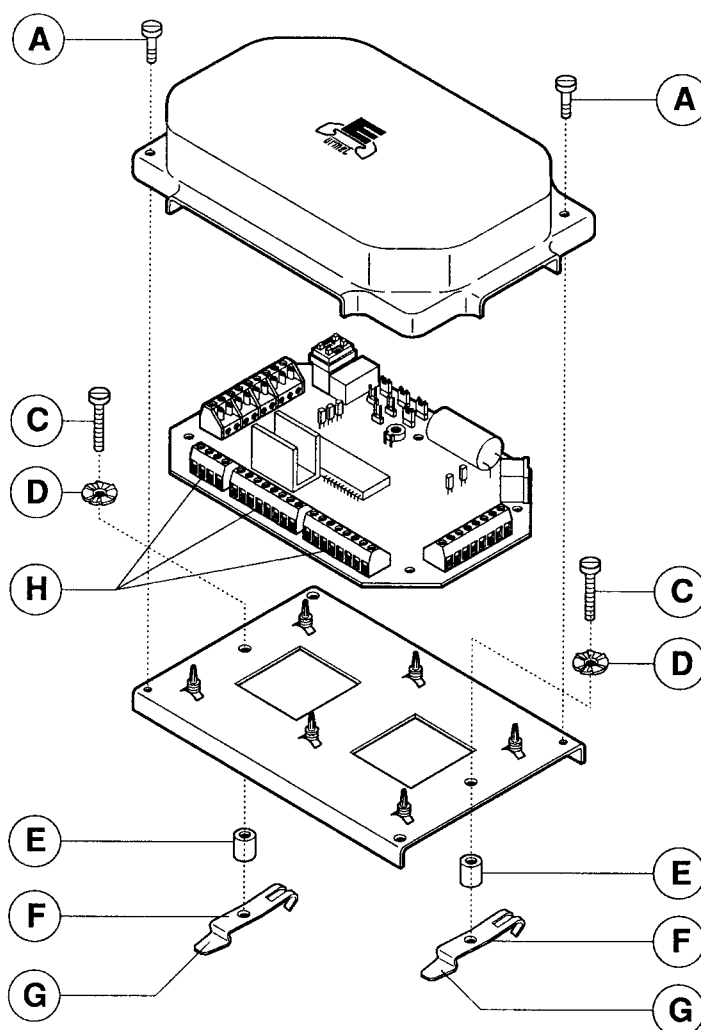

Fig. 1
- Togliere il coperchio svitando le apposite viti A (Fig. 1), sfilare la piastra elettronica dalla base agendo sui distanziali B (Fig. 2);
- inserire le viti C con relative rondelle D negli appositi fori della base infilare il distanziale E ed avvitare saldamente le viti C facendo attenzione ad orientare la linguetta G delle molle F verso il lato delle morsettiere estraibili H (Fig. 1);